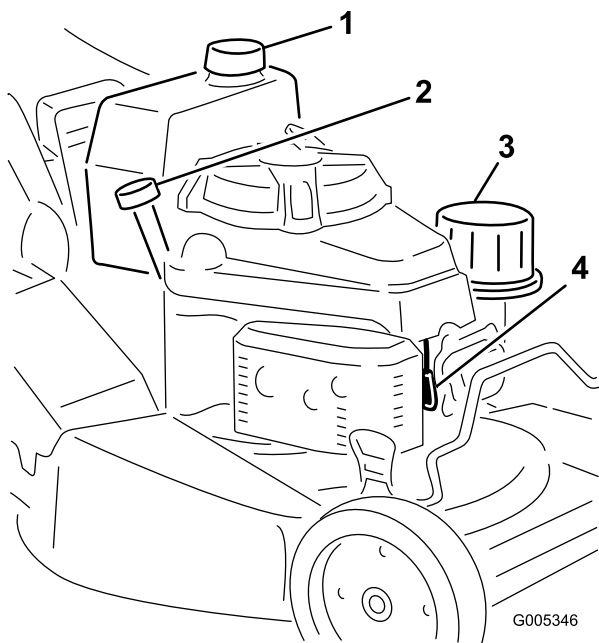

Figure 11
1. Nettoyez la surface autour du bouchon du réservoir de carburant (Figure 11).
1. Branchez la bougie (Figure 11).